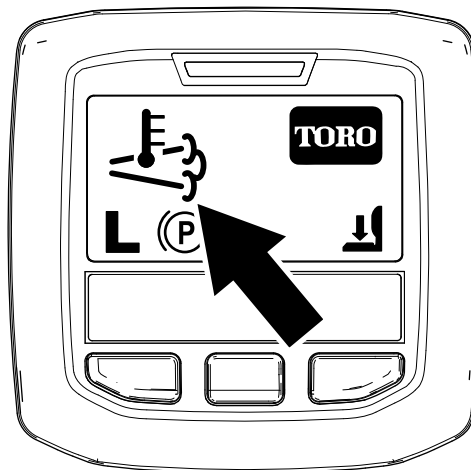

Figura 58
- O ícone da temperatura de escape elevada surge no InfoCenter (Figura 58).